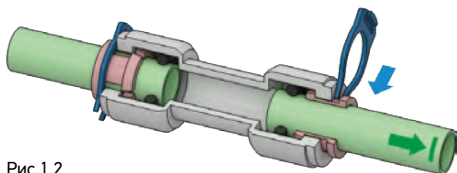

Рис.1.2
2. Слегка потяните трубку в обратную сторону для проверки надежности фиксации (рис.1.2).
3. Вставьте в образовавшийся зазор фиксирующую клипсу (рис.1.2).